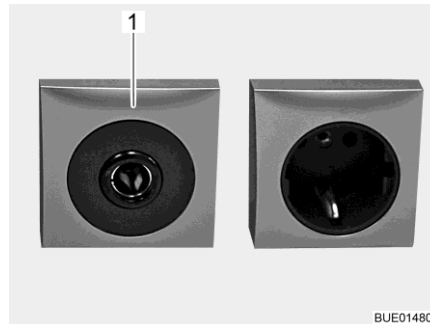

Bild 180 Eluttag 12 V/10 A
- ▷ Till 12 V-nätets eluttag (Bild 180,1) får endast apparater med maximalt 10 A anslutas.